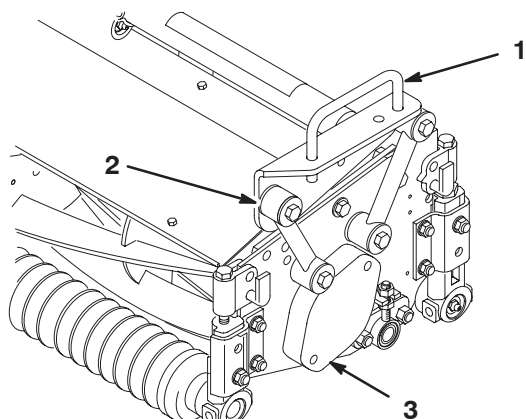
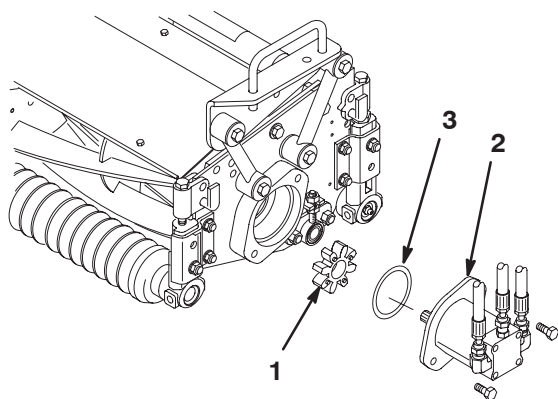

Figure 5
Figure 9
2. Placez un bâti porteur sur chaque plateau de coupe en alignant les trous de fixation avec les biellettes de montage (Fig. 5).
3. Fixez chaque biellette au bâti porteur avec une vis d'assemblage ($3/8 \times 2-1/4''$), 2 rondelles plates et un contre-écrou, comme illustré à la Figure 5. Placez une rondelle de chaque côté de la biellette lors du montage. Serrez à 42 Nm.
2. Déposez le couvercle du logement de roulement (Fig. 5) de l'extrémité intérieure du plateau de coupe droit. Posez le couvercle et le joint (fourni avec le plateau de coupe) sur l'extrémité extérieure. Repérez l'accouplement en étoile (Fig. 9) expédié dans le logement de roulement.
3. Placez le joint torique (fourni avec le plateau de coupe) sur le flasque du moteur d'entraînement (Fig. 9).
4. Posez le moteur et l'accouplement en étoile sur l'extrémité d'entraînement du plateau de coupe et fixez-les avec 2 vis d'assemblage fournies avec le plateau de coupe (Fig. 9).